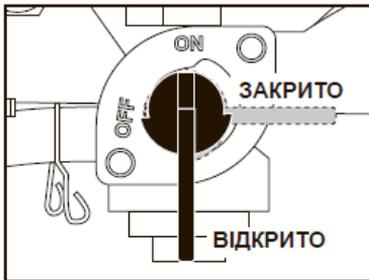

Рис.6
- Поверніть паливний кран в положення «Відкрито (ON)» (Рис. 6);